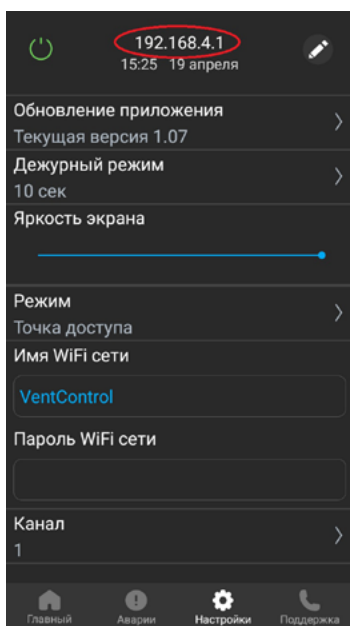
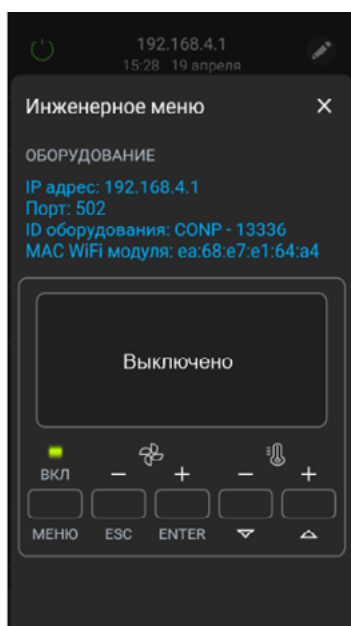

Рис.23
Рис.24
1. Перейдите во вкладку «НАСТРОЙКИ» на экране панели, затем нажмите (в течение 3-х секунд) на название «Текущая версия» в верхней части экрана (см. рис.23, отмечено красным) – осуществится переход в «ИНЖЕНЕРНОЕ МЕНЮ» (см. рис.24). На экране будет написано «Выключено».